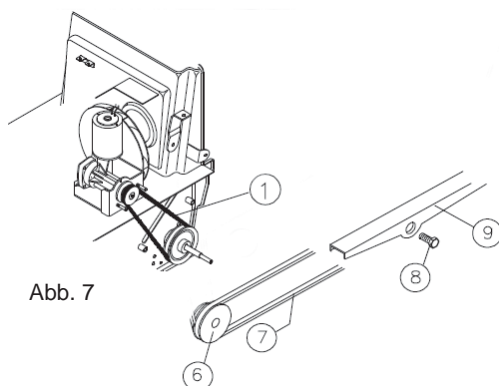

Abb. 7
- Den Riemen Pos. 7 Abb. 7 von der Riemenscheibe Pos. 6 Abb. 7 entfernen.
- Den Befestigungsstift Pos. 8 Abb. 7 abschrauben und die Haken des Seitenarms Pos. 9 Abb. 7 vom losen Zahnring aushaken.
- Den Riemen Pos. 7 vom Seitenarm Pos. 9 Abb. 7 abnehmen.
- Den Seitenarm Pos. 9 Abb. 7 wieder am losen Zahnring festhaken.
- Den Stift Pos. 8 Abb. 7 wieder anschrauben.
- Den Riemen Pos. 7 Abb. 7 auf die Riemenscheibe Pos. 6 Abb. 7 setzen.
- Den Riemen Pos. 1 Abb. 7 entfernen.